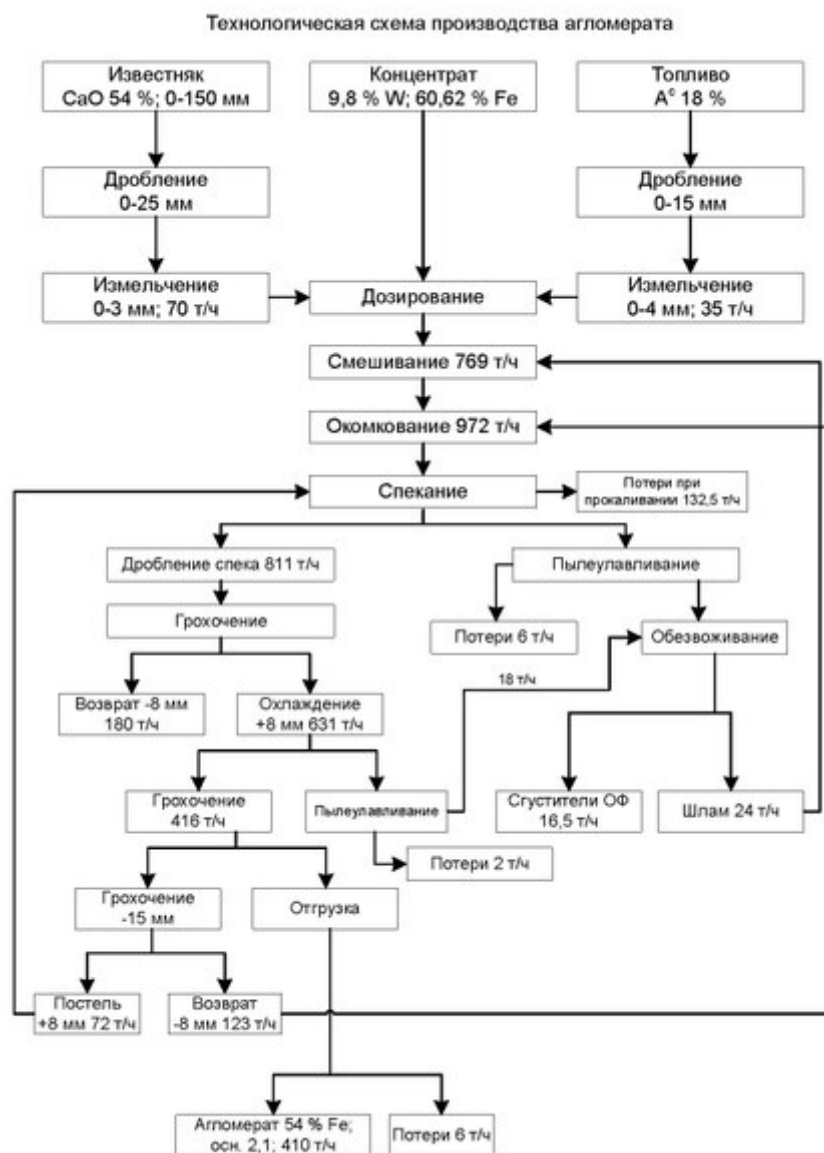

Рисунок 1 – Технологическая схема производства агломерата
2. Изучите технологическую схему производства агломерата (рис. 1)